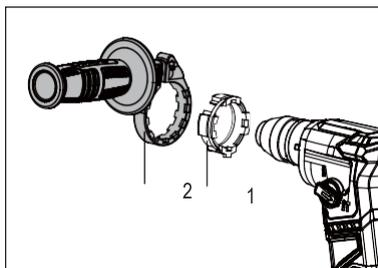

Рис.2
Боковую рукоятку (2) можно зафиксировать под нужным углом. Наденьте распорку (1) на инструмент, затем поверните, чтобы убедиться, что она зафиксирована. Установите боковую рукоятку (2) на распорку (1), затем поверните, пока она не встанет в пазы (рис. 2).